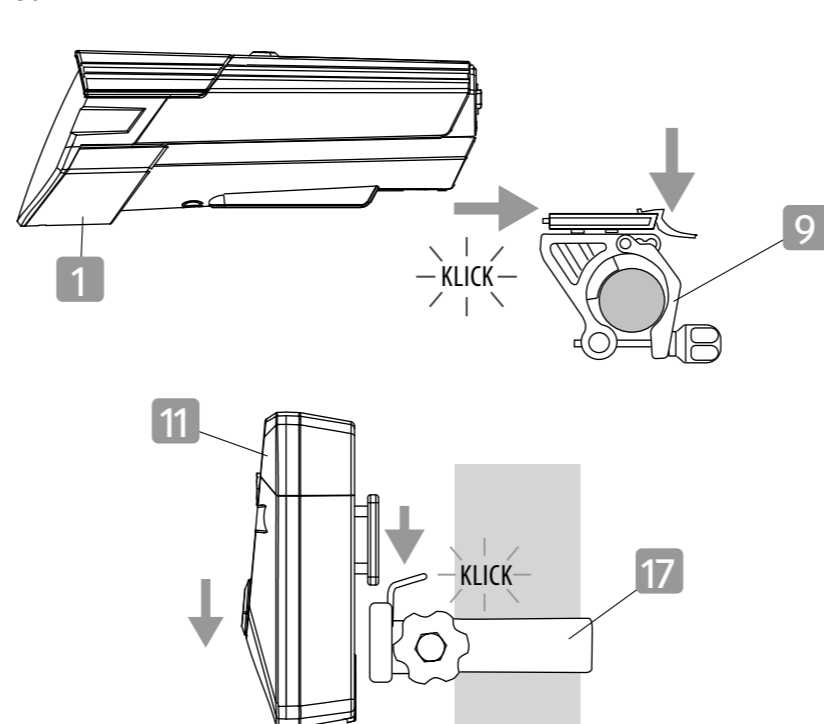

Abb. E1
1. Klappen Sie die Schutzkappe am USB-C-Anschluss **6** an der Rückseite des Scheinwerfers **1** zur Seite (**siehe Abb. E1**).
- Klappen Sie die die Schutzkappe am USB-C-Anschluss 6 an der Rückseite des Scheinwerfers 1 zur Seite (siehe Abb. E1).